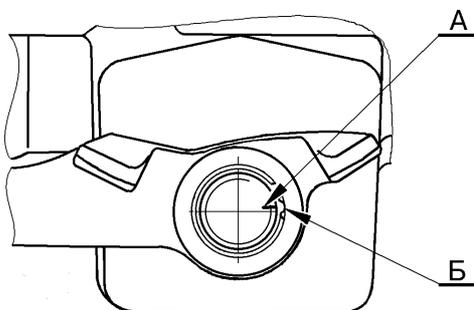

Рис.7. Установка сошки на рулевой механизм:
3.32 Установить доработанную сошку на рулевой механизм из комплекта гидроусилителя, совместив сдвоенный паз "А", рис.7, шлицевого отверстия сошки с меткой "Б" на валу сошки, стопорную пластину и закрепить гайкой. Момент затяжки гайки 140...160 Н.м